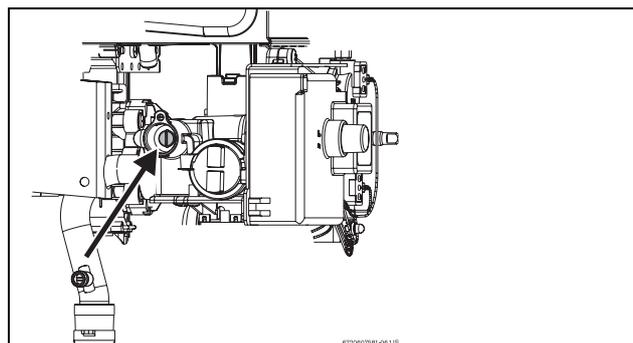

Fig. 14 Vite per regolazione della pressione massima
- ▶ Togliere il sigillo della vite (Fig. 14).
- ▶ Regolare la pressione mediante la vite (Fig. 14) attenendosi ai dati di pressione esposti nella tab. 5.